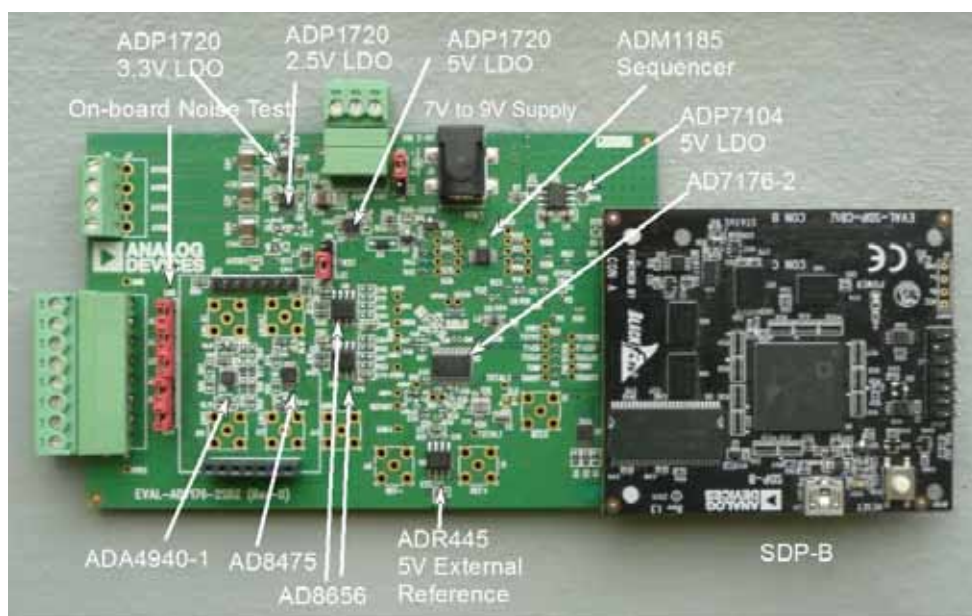

图2. 硬件配置—设置EVAL-AD7176-2SDZ
2. 将EVAL-SDP-CB1Z板连接到EVAL-AD7176-2SDZ板，如图2所示。
3. 将7 V到9 V的外部电压施加于EVAL-AD7176-2SDZ板的J4或J5连接器，如图2所示(更多信息参见表3)，从而为该板提供电源。